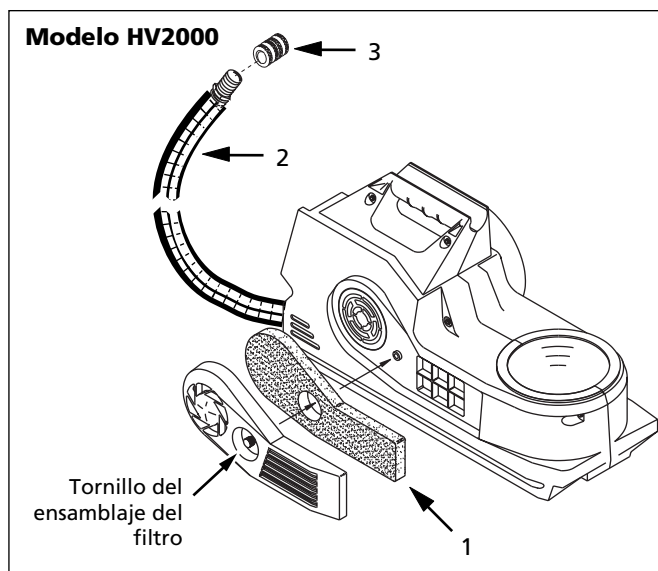

Figura 3
1. Quítele el tornillo que sostiene la rejilla del filtro con un desarmador (vea la Figura 3)